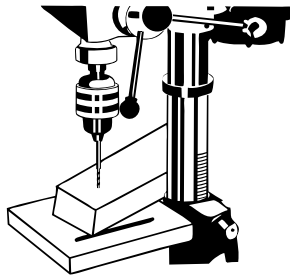

FIGURA 22
2. A madeira deve estar em contato com o lado esquerdo da coluna (Figura 22).